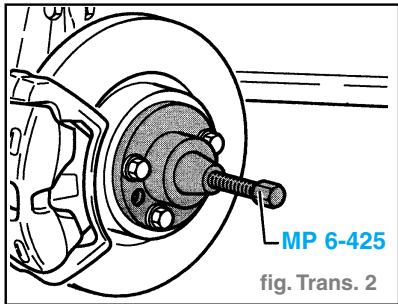

fig. Trans. 2
- Chasser l'arbre à cardan en installant l'outil comme indiqué sur la figure. (fig. Trans. 2)